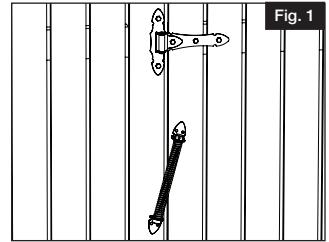

Fig. 1
- a. Position spring with moveable mounting bracket toward top of gate, angled to the right (Fig 1).
- Positionner le ressort avec le support de montage mobile vers le haut de la barrière en l'inclinant vers la droite (Fig. 1).
- Coloque el resorte con el soporte de montaje móvil hacia la parte superior del portón, en ángulo hacia la derecha (Fig. 1).